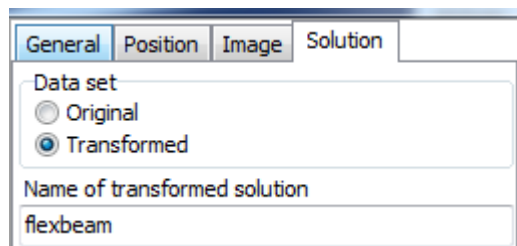

图 1.12
11. 在 **Data set** 框可以查看原始模态 (**Original**) 和转换后的模态 (**Transformed**), 确保选择 **Transformed**, 如图 1.12 所示。